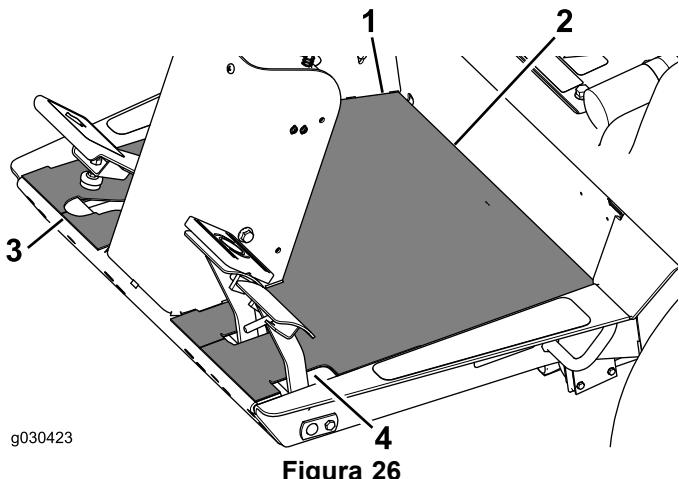

Figura 26
4. Alinee el borde trasero de la lámina del suelo en el borde donde la carcasa del operario se junta con la placa de protección (Figura 26).